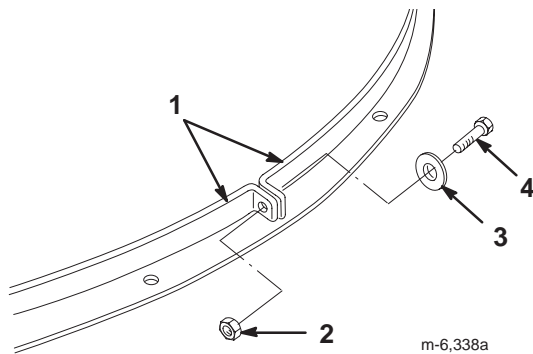

Bild 15
9. Entfernen Sie die Schraube, Scheibe und Mutter, mit denen die beiden Riemenenden zusammengehalten werden (Bild 15).
13. Verbinden Sie die beiden Riemenenden um die Recyclerabdeckung (Bild 15).
8. Entfernen Sie die Schraube, Scheibe und Mutter, mit denen die beiden Riemenenden zusammengehalten werden (Bild 15).
14. Verbinden Sie die beiden Riemenenden um den Auswurfkanal (Bild 15).
15. Richten Sie die Löcher in den Riemenenden aus und ziehen Sie sie mit der vorher abgenommenen Schraube, der Scheibe und der Mutter fest (Bild 15).